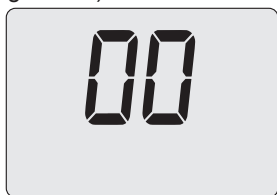

Figura 7.5
- Premendo il tasto 16 (Figura 7.2) sul display LCD appare il valore del parametro P06 (Figura 7.5).